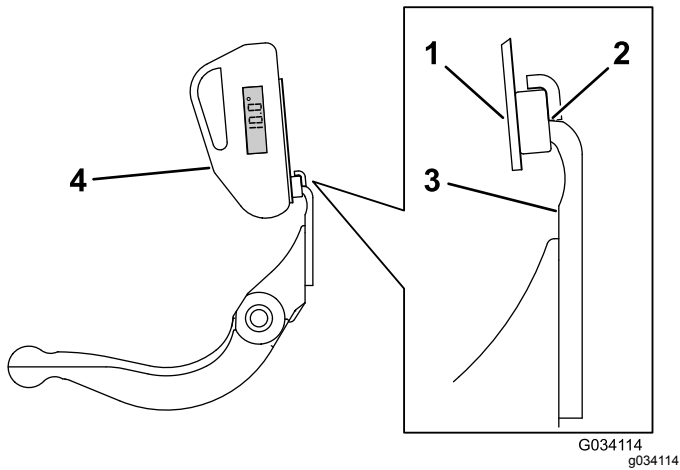

Figure 67
- Placez le support d'indicateur d'angle sur le bord de la contre-lame de sorte que le bord de l'aimant soit accouplé au bord de la contre-lame (Figure 67).
- Placez l'indicateur d'angle sur le support comme illustré à la Figure 67.